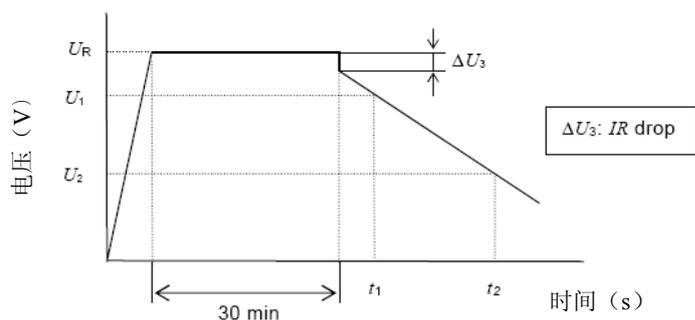

图2 电容器的端电压特性
(3) 测量方法 measuring method
- ⊙ 测量电容器两端电压从U1到U2的时间t1和t2，如图2所示，根据下列等式计算电容量值：